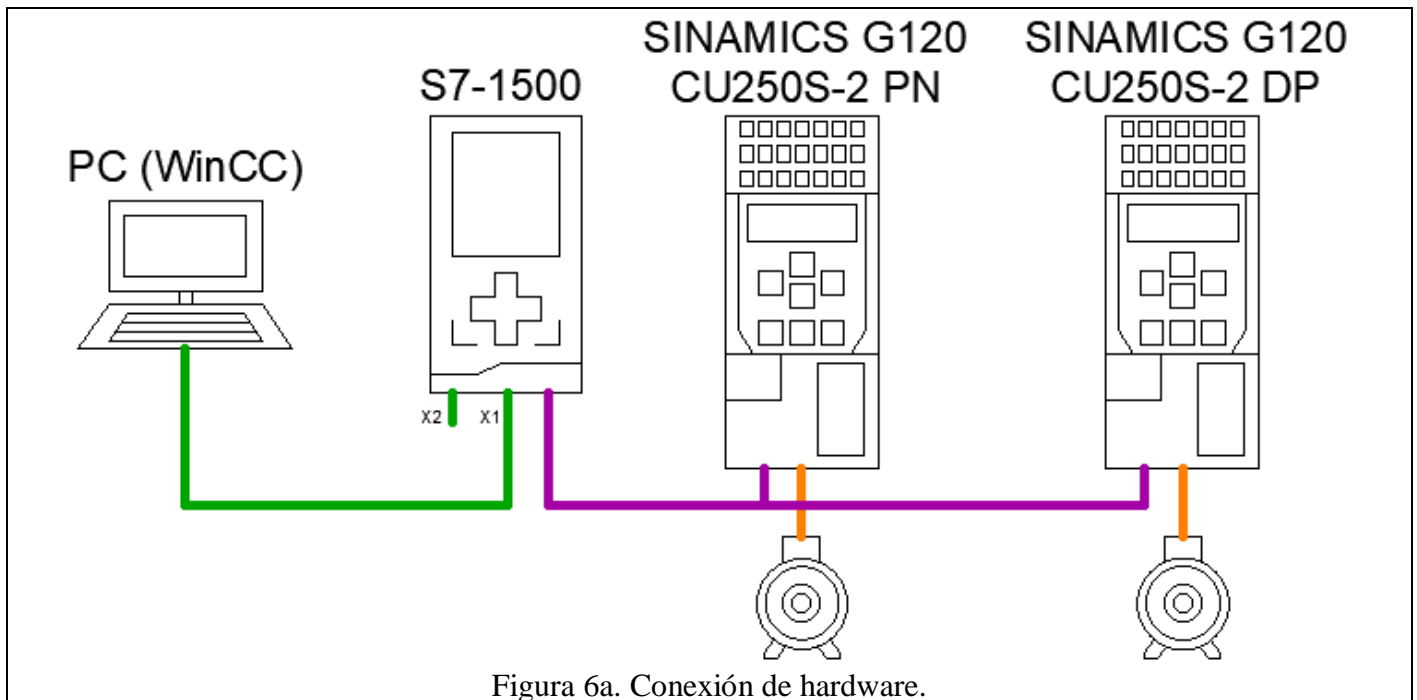

Figura 6a. Conexión de hardware.
1. Realizar la conexión de hardware de la red de comunicación Profinet entre el PLC S7-1500 y los dos Variadores de Frecuencia G120 (CU250S-2-DP) (ver Figura 6a).